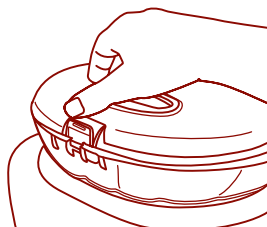

Figura 3
4. Retire la tapa del depósito de hielo usando el botón de desenganche ubicado en la parte superior del depósito de hielo. *Figura 3*